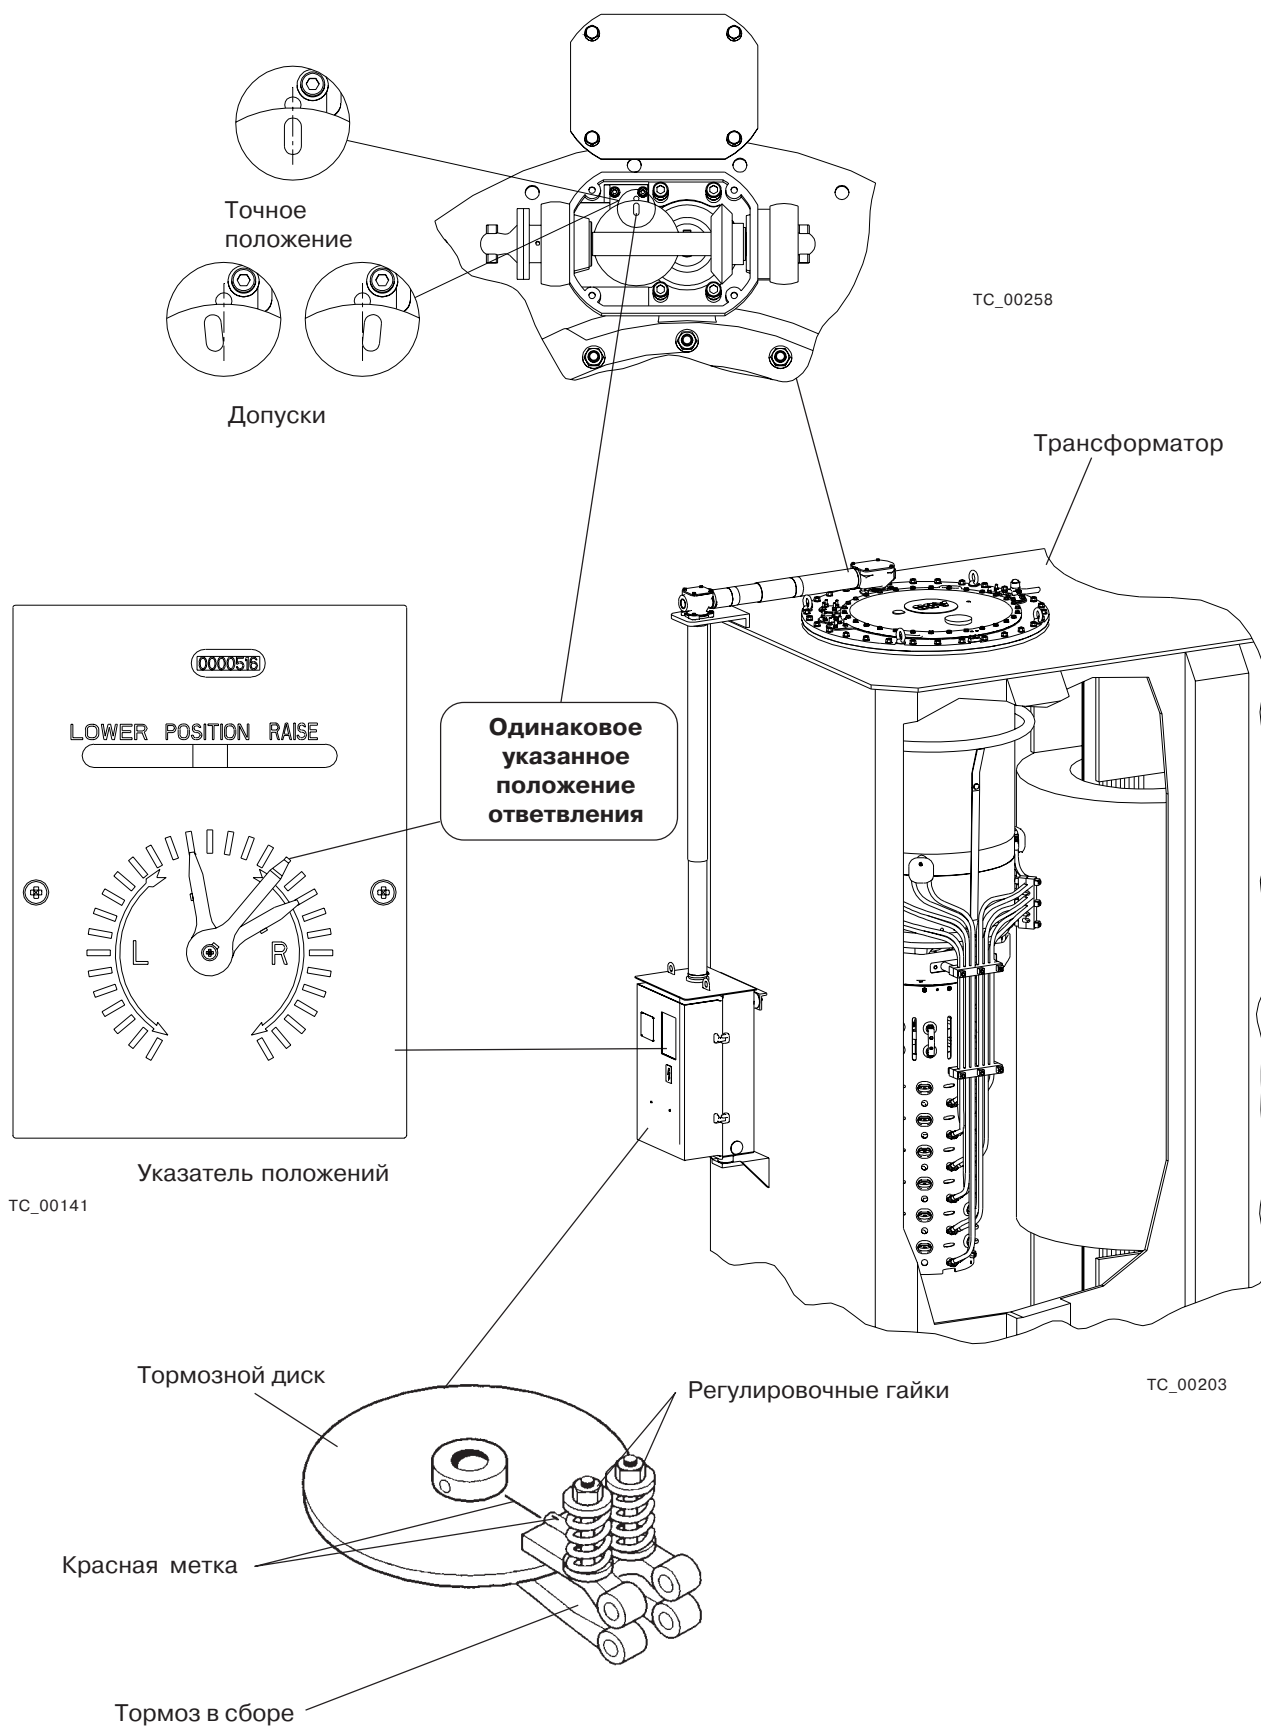

Рис. 34. Совмещение положения для устройств UCG, UCL с механизмом моторного привода типа BUE
См. Рис. 34 и 35.
Компоновка системы приводного вала показана на Рис. 34.
Проверьте, что механизм моторного привода находится в точном положении согласно Рис. 34 или 35. (BUE: красная метка на тормозном диске направлена на красную метку на механизме тормоза. BUL: ролик в середине паза на дисковом кулачке). Если это не так, то ослабьте фиксатор и отрегулируйте точное положение, см. Рис. 40. Установите фиксатор на место.
7. Механизм моторного привода и устройство РПН должны иметь одинаковое указанное положение отклонения и находиться в своих **точных** положениях. Снимите крышку редуктора на устройстве РПН для обеспечения доступа к указателю положений, см. Рис. 34 и 35.
Механизм моторного привода и устройство РПН находятся в одинаковом положении, когда указатели положений в обеих системах показывают одно и то же положение, см. Рис. 34 и 35.
Устройство РПН находится в **точном** положении, когда «окошко», в котором считывается положение на коническом редукторе, направлено прямо на красную метку на корпусе редуктора, см. Рис. 34 или 35.
Если редуктор не находится в точном положении, см. Рис. 34 и 35, ослабьте два винта в многоотверстной муфте на редукторе и найдите такое положение винтов, при котором отверстие в латунном зубчатом колесе размещается как можно ближе к красной метке на корпусе редуктора. Максимальное отклонение от точного совпадения показано на Рис. 34 и 35. Затяните винты. Установите на место крышку и прокладку редуктора на устройстве РПН, см. Рис. 27.